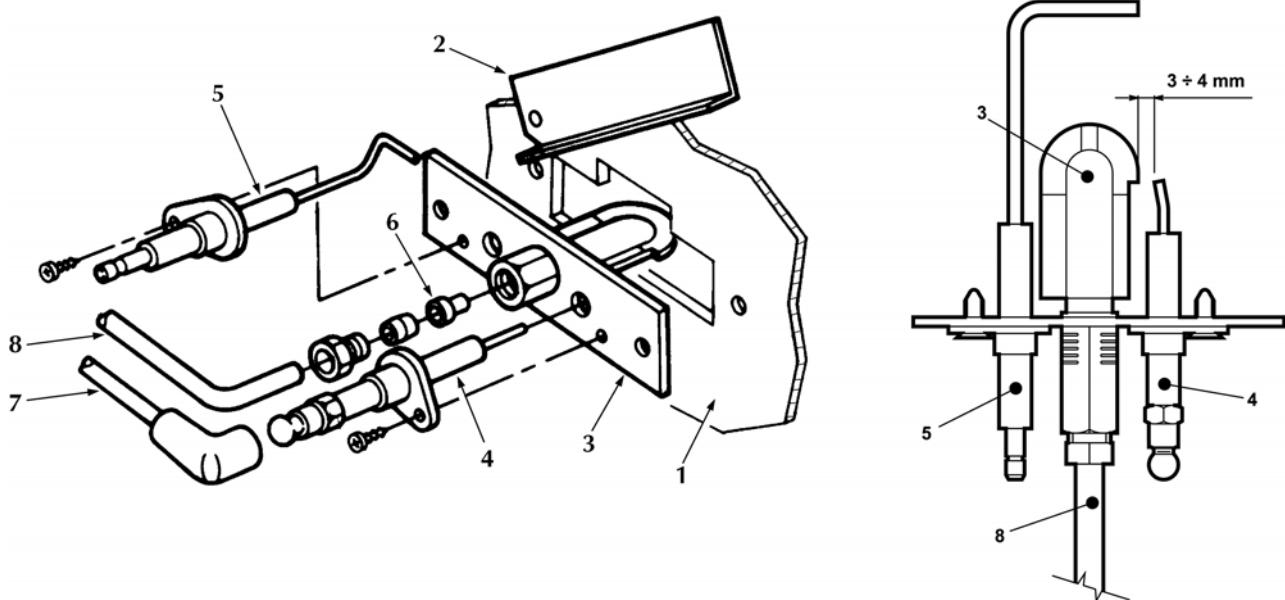

fig. 20 - Brûleur pilote
- Les électrodes doivent être libres de toute incrustation et positionnées correctement (voir fig. 20).